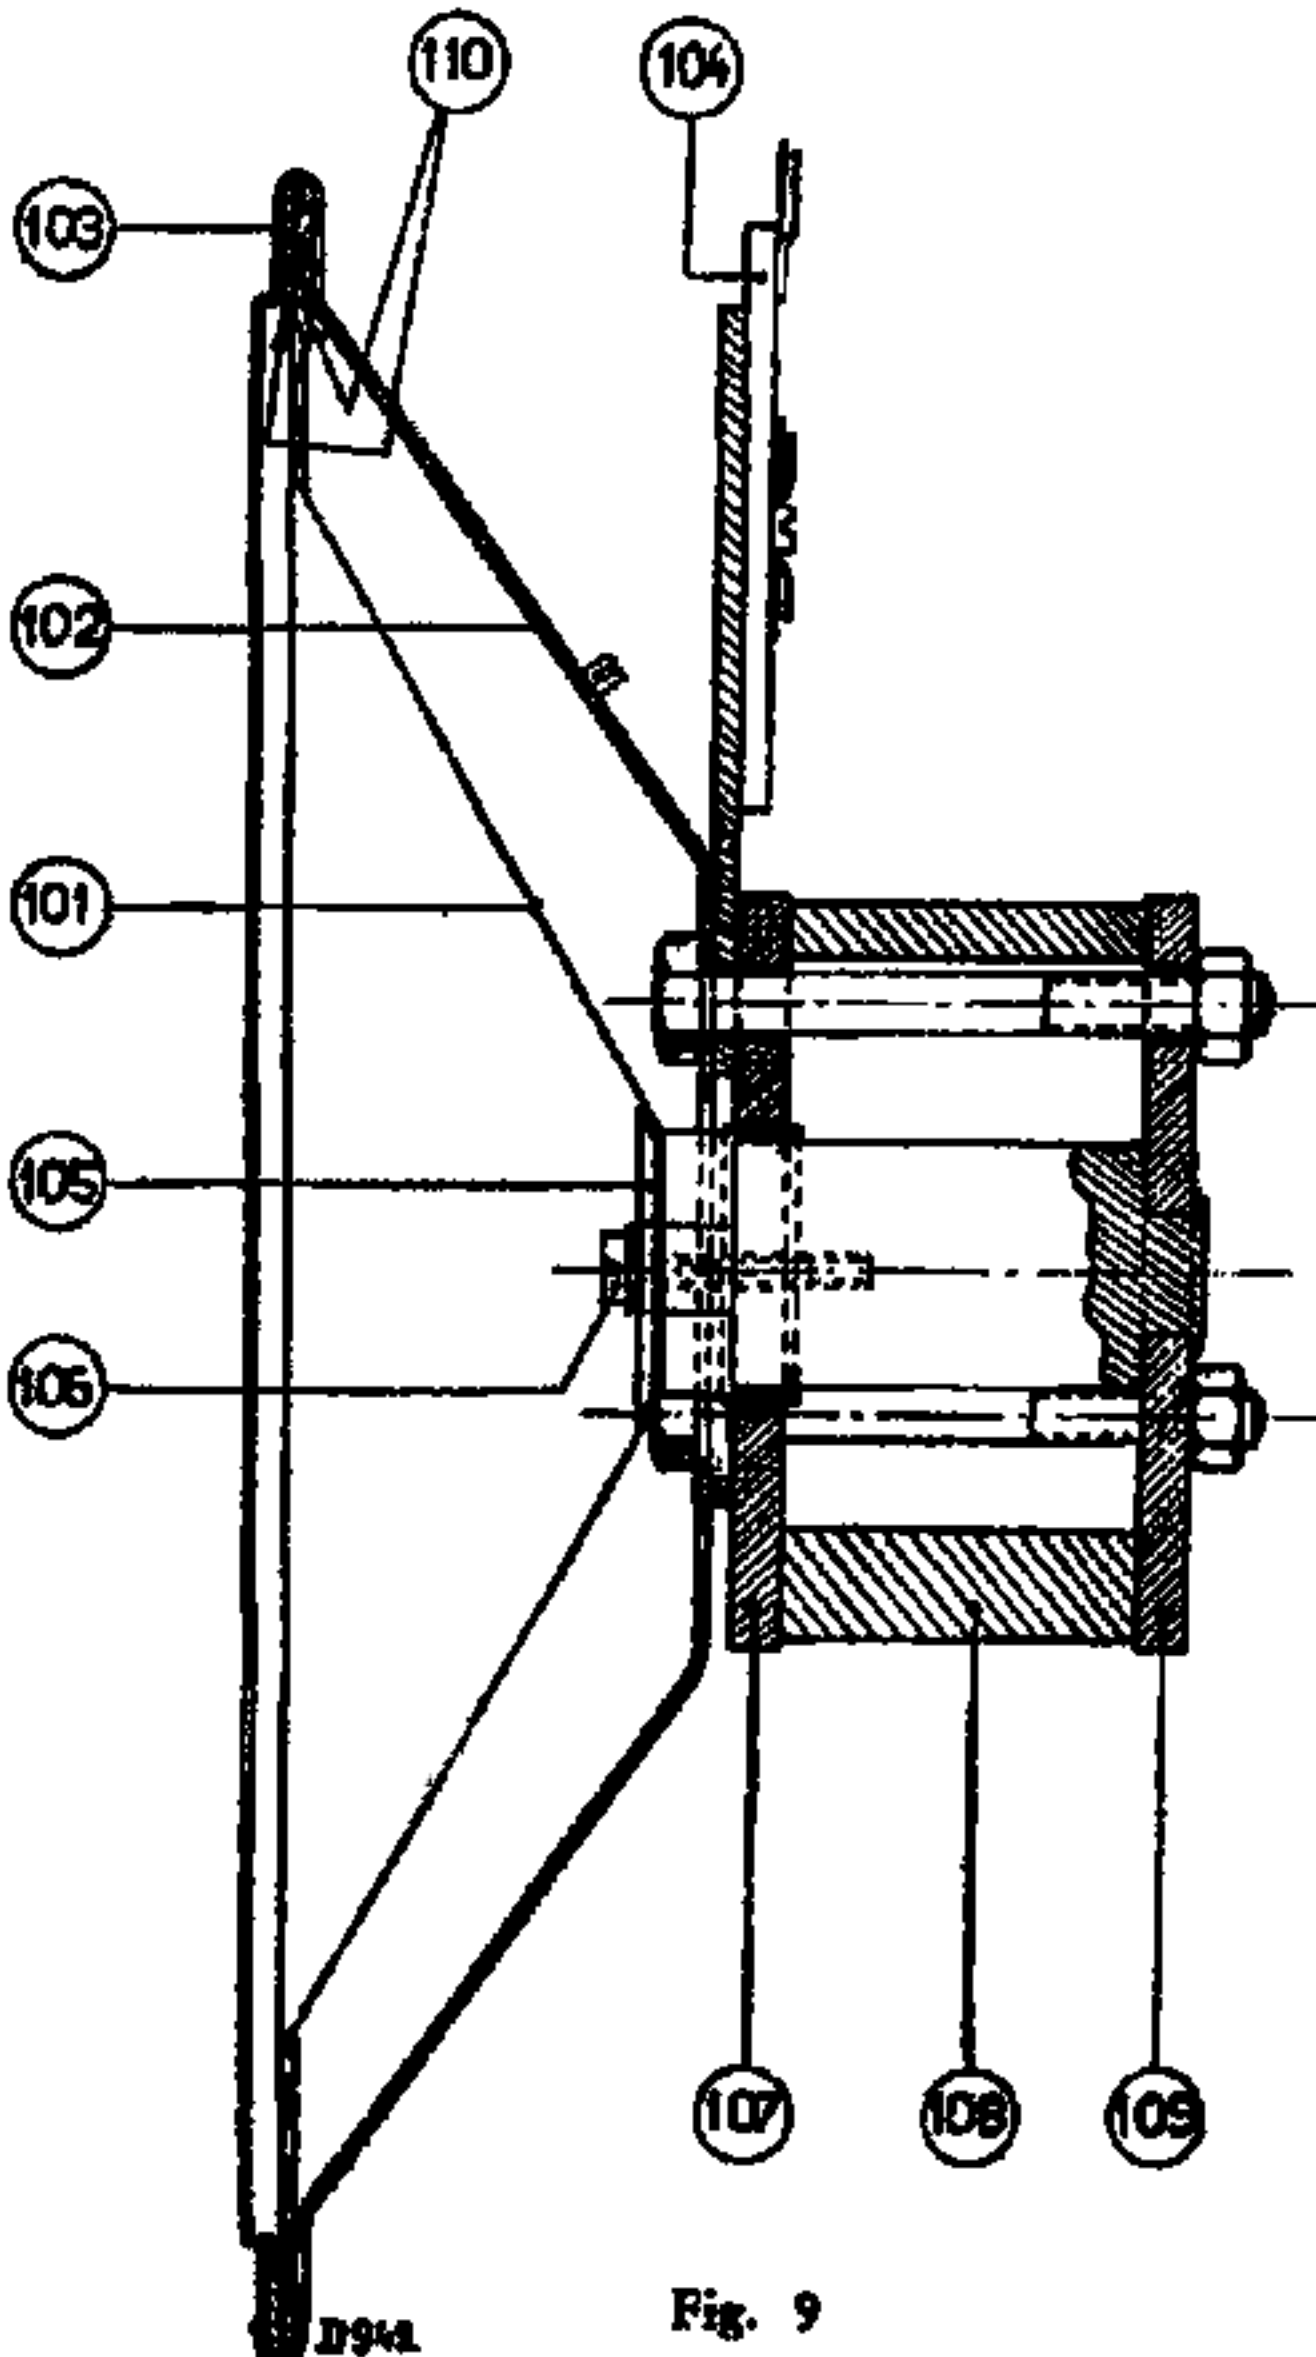

Fig. 9
2. Voor- of achterplaat (pos 107 en 109 fig. 9) mogen in geen geval van de magneet getrokken worden, hierdoor zou deze verzwakken.
Wordt gedaan met behulp van 4 voelertjes van 0.2 mm dikte (code No. 09.990.840), die door de perforaties van het centreerplaatje (pos. 105, fig. 9) in de luchtspleet tussen spoeltje en plaat worden geplaatst.